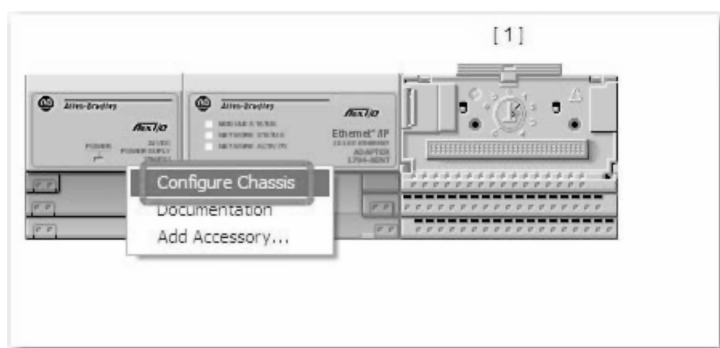

图 26-170 机架组态
5. 在 EtherNet/IP002 视图中双击 Flex001 节点。IAB 会打开机架视图。右键单击机架，然后选择“组态机架”（Configure Chassis），如图 26-170 所示。